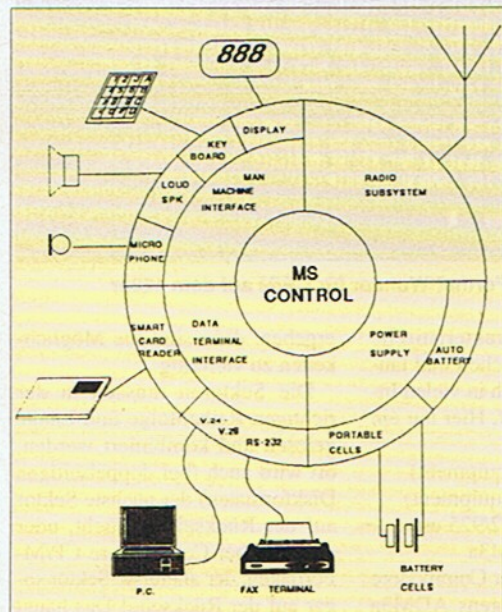

Bild 1: Funktionale Gliederung einer Mobilstation
Heutige Betriebssysteme (BS) haben mit denen von vor 20 oder 15 Jahren nichts mehr gemein. CP/M (Control Program for Microprocessors, entwickelt 1974) auf einem Z80-Prozessor sind Museumsstücke, die heute kaum mehr einer kennt. Heute wird bereits bei und während der Hardware-Entwicklung entschieden, was und welche Teilbereiche in Software zu realisieren sind. Hard- und Software-Entwickler sind viel enger zusammengerückt, und das Schlagwort vom Hard- und Software-Co-Design ist bei vielen modernen Elektronik-Entwicklern bereits längst Realität (Bild 1). Wie aber geht sowas vonstatten?